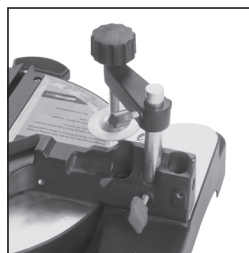

FIG. 7
4. Installation de la pince de verrouillage (Fig. 7)